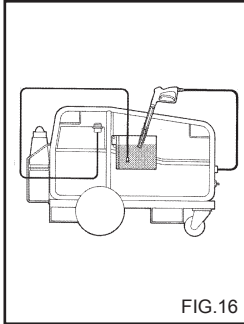

FIG.16
**OPERACIONES PARA EL USO DEL ANTIHIELO (fig. 16)**